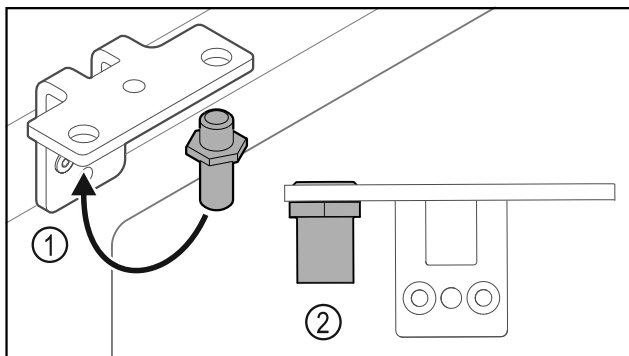

Fig. 38
- Cambiar la posición del perno Fig. 38 (1) en la escuadra de bisagra.
- Apretar el perno Fig. 38 (2) con un **par de 12 Nm**.